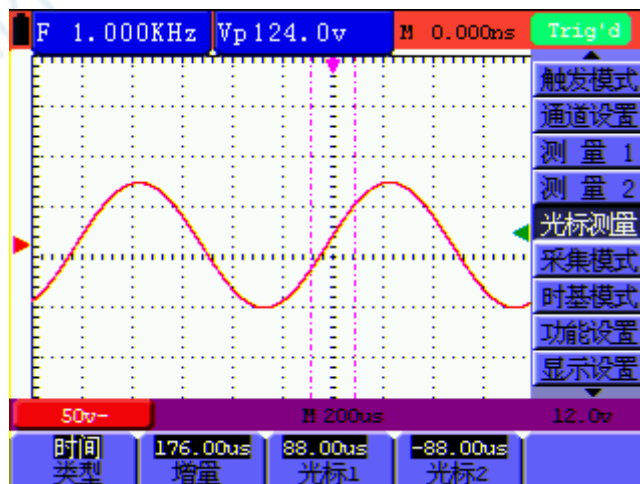

图 47: 光标时间测量
5. 这时，调整 **OPTION ▲**或 **OPTION ▼** ，可看到虚线 **T1** 左右移动，同时屏幕会显示出 **T1** 相对于 **屏幕中点位置** 的时间值，调整 **OPTION ◀**或 **OPTION ▶** ，可看到虚线 **T2** 左右移动，同时屏幕会显示出 **T2** 相对于 **屏幕中点位置** 的时间值。见图 47：